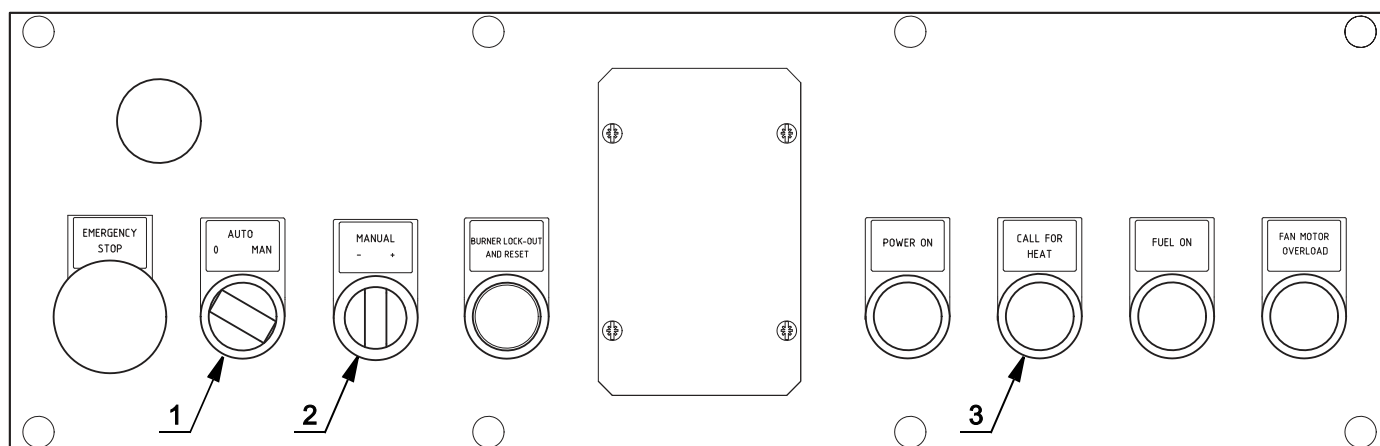

图 27
闭合远程控制开关，将转换开关 1) (图 27) 置于“**AUTO**”的位置。确认连接到电磁阀上的指示灯或测试仪或电磁阀上的指示灯，显示无电压。
当限位开关 (TL) 闭合，“**热力需求**” **HEAT REQUEST**” 3) (图 27) 信号必须闭合，燃烧器开始启动周期。
旋转“降低出力”旋转开关 2) (图 27)，一直旋转，直至伺服马达关小风门挡板并使蝶阀开启角度为 45 (工厂已做设定)。
通过按旋转开关 2)(图 27) 上的“+”或“-”的符号调节中间出力的位置。